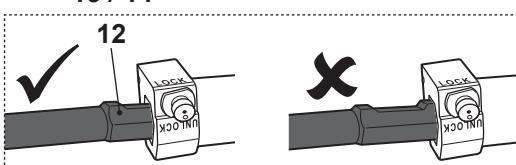

Fig. 2
> Inserte un cincel (12) hasta el fondo del portaherramientas (1) con la hendidura en el vástago del útil (12) mirando hacia arriba (Fig. 2, paso 1).
> Tire del perno de bloqueo (2) y gírelo 180° para bloquear el cincel (13, 14) (Fig. 2, paso 2 y 3).